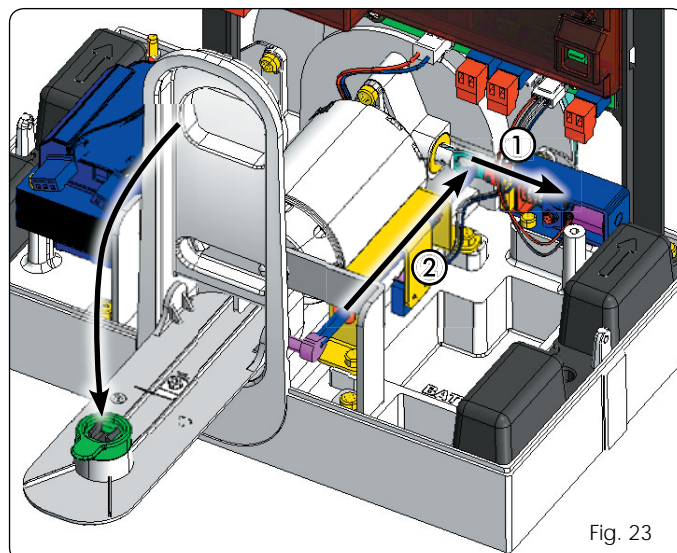

Fig. 23
**En abaissant le levier de déblocage, on agit aussi bien sur le verrouillage du moteur, en le reculant (Fig. 23 réf. ①), que sur le micro-interrupteur de sécurité qui force l'automatisme en position de STOP (Fig. 23 réf. ②).**